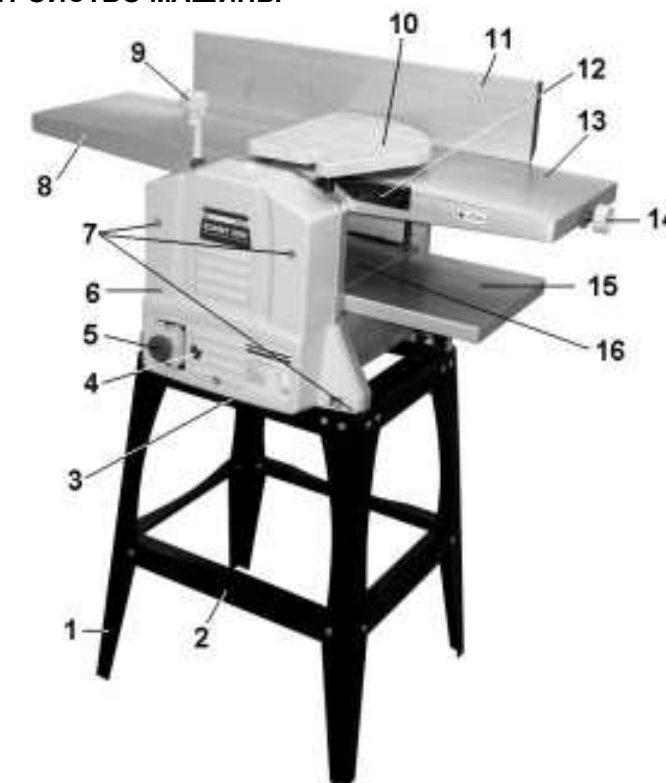
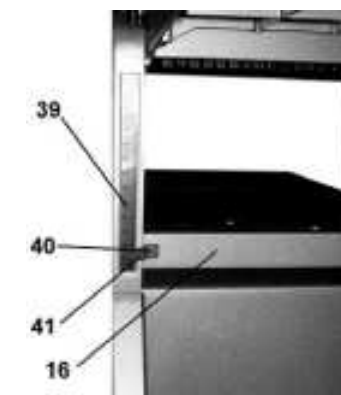

Рис. 2
Рис. 12
#### 9.1. Установка машины (Рис. 2)
9.2.1. Как показано на Рис.2; 5, установите и закрепите направляющую планку (11).
9.2.4. При оборудовании машины для выполнения строгания установите защитную планку (10) в держатель (12). Проверьте правильность работы защитной планки (10), т.е. пружинный механизм защитной планки должен закрывать часть строгального вала, не принимающего участия в обработке заготовки, Рис.2.
**Внимание:** Машина оборудована концевым выключателем. Двигатель строгальной машины включится только при установленном и закреплённом пылесборнике (30).
**Внимание:** Ручка (9) не закрепляется, поэтому устанавливается на момент непосредственной регулировки высоты рабочего стола (16). Выполнение любых операций на машине производится со снятой ручкой (9), Рис. 2, 7.
11.5. Скорость подачи заготовки обеспечивается ручным усилием оператора. При этом учитывайте ширину и глубину строгания, степень влажности, плотности и однородности древесины. Прижимая заготовку к столу подачи (13), подавайте её вперед, навстречу направлению вращения строгального вала, Рис.2, 13. Подавайте заготовку с равномерной скоростью. Любая остановка заготовки образует неровность или ступень на обрабатываемой поверхности заготовки. В целях собственной безопасности защитная планка (10) должна закрывать часть строгального вала (ножей), не используемого при строгании.
11.6. Переоборудуйте машину для выполнения строгания в размер по высоте (рейсмус) (см. пункт 9.2.). Ручкой (9), Рис.2, по шкале (39) установите рабочий стол (16), Рис.12, в положение, соответствующее максимально толстому участку заготовки, после чего установите глубину строгания.
11.7. Заготовку подавайте обработанной (строганной) стороной вниз по поверхности рабочего стола (16) (со стороны приёмного стола (8)) до момента захвата заготовки протяжными роликами (автоматическая подача); по необходимости поддерживайте заготовку, не форсируя и не замедляя скорость прохождения заготовки, Рис.2.
12.1. Отсоедините вилку шнура питания машины от розетки электросети. Демонтируйте направляющую планку (11) и защитную планку (10), Рис.2, снимите патрубок пылесборника (30), Рис.7.
12.2. Ослабьте винты (45) крепления прижимной пластины (44) вращением ключа по часовой стрелке. Аккуратно извлеките прижимную пластину (44) вместе с ножом (43) из гнезда строгального вала (42). Очистите прижимные пластины, гнезда прижимных пластин и строгальные ножи от опилок и пыли. Осмотрите строгальные ножи, прижимные пластины и винты. При наличии поврежденных детали следует заменить.
Предварительно установите ножи (43) в самом нижнем положении. Ножи (43) и прижимные пластины (44) аккуратно установите в пазы строгального вала (42), вращая винты (45) крепления прижимной пластины против часовой стрелки, Рис.12.